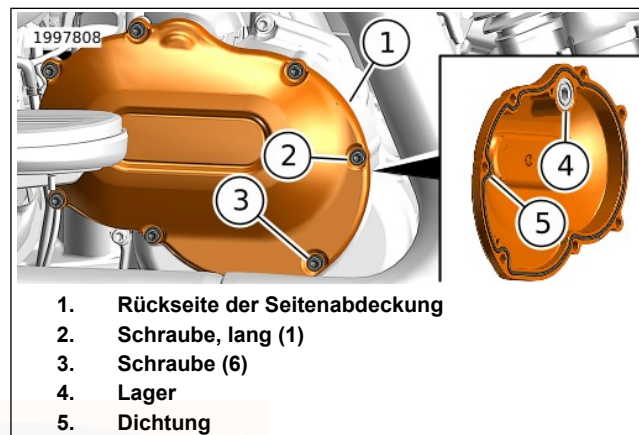

Abbildung 113. Rückwärtsgang-Seitenabdeckung
2. Siehe Abbildung 113. Die Schrauben (2, 3) und die Endabdeckung (1) entfernen.
- a. Siehe Abbildung 113. Eine **neue** Dichtung (5) an der Rückwärtsgang-Seitenabdeckung einbauen und überprüfen, ob das Lager (4) an der Rückwärtsgang-Seitenabdeckung (1) richtig sitzt.